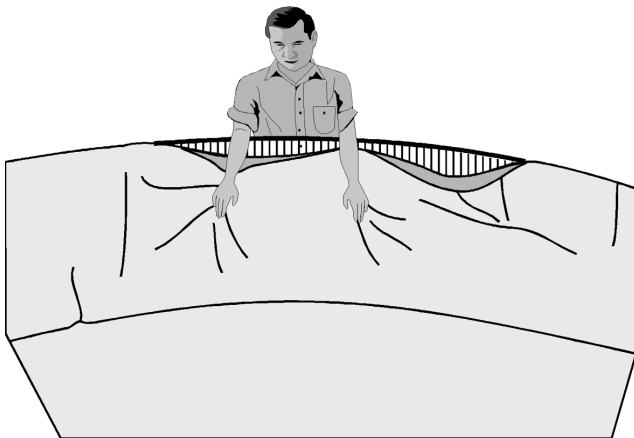

Abb. 15
2. Ausrichten der Folie (Abb. 15, 11)
- Ziehen Sie die Folie locker über den Stahlmantelrand und fixieren Sie die Folie mit Poolcoping (**Abb. 15, 16**). Ziehen Sie die Folie zu diesem Zeitpunkt noch nicht straff.